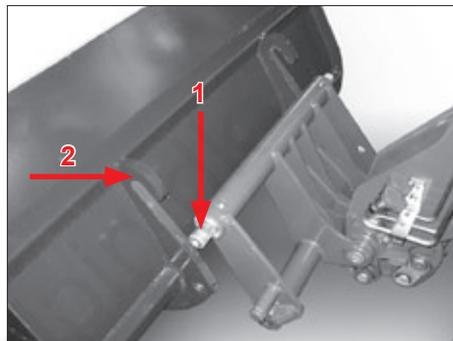
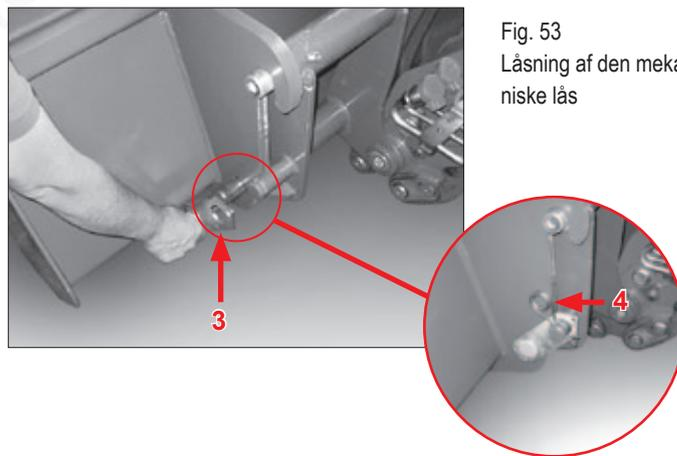

Fig. 52
Fig. 53
- ▶ Kontrollér altid, at låseboltene er låst korrekt (fig. 53 + 55).
1. Fjern låsebolten pos. 3 (fig. 53).
2. Kør hen til arbejdsværktøjet med læsseren (fig. 52).
3. Anbring optagebolten pos. 1 under optagekrogen pos. 2.
5. Før låsebolten pos. 3 (fig. 53) ind.
6. Sørg for at sikre låsebolten mod at glide ud med sikringsstikket pos. 4 (fig. 53).
6. Fjern sikringen fra låsebolten pos. 3 (fig. 53), og træk den ud.
7. Sænk løftekonstruktionen ned, og vip arbejdsværktøjet (derved løsnes holdeboltene pos. 1 (fig. 52) fra optagekrogen pos. 2 (fig. 52)).